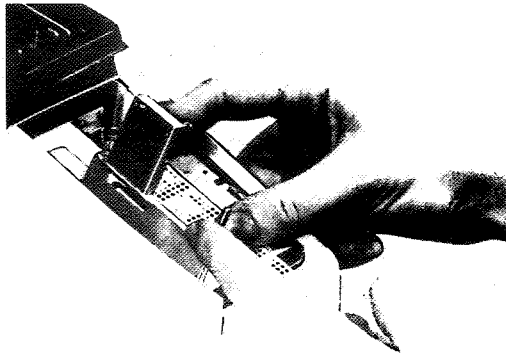

Fig. 2.7
(Fig. 2.7)
- 4) - Chiudere il coperchio del lettore e verificare che nel momento della chiusura, il sensore di nastro teso si sollevi. (fig. 2.7, 2.8)